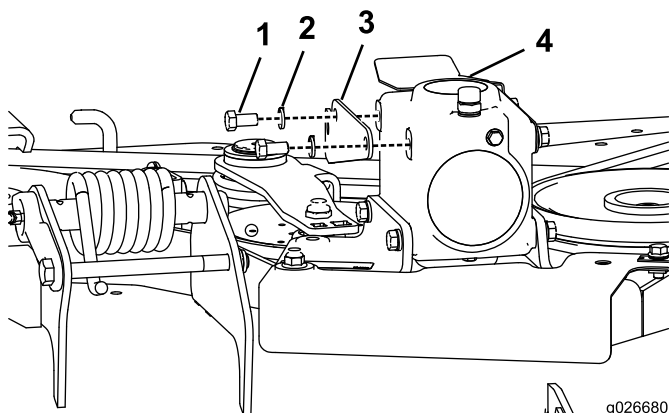

Bild 4
2. Positionieren Sie die Schwenkhalterung, wie in Bild 4 abgebildet, auf dem Getriebe.